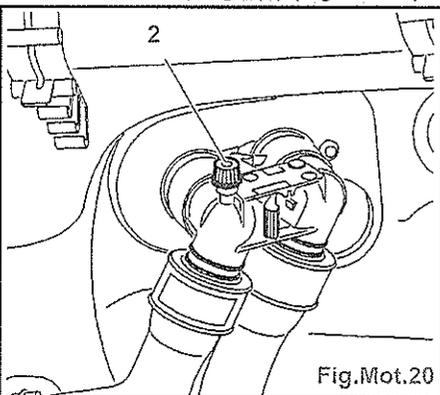

Fig.Mot.20
- Ouvrir la vis de purge (2) (Fig.Mot.20).